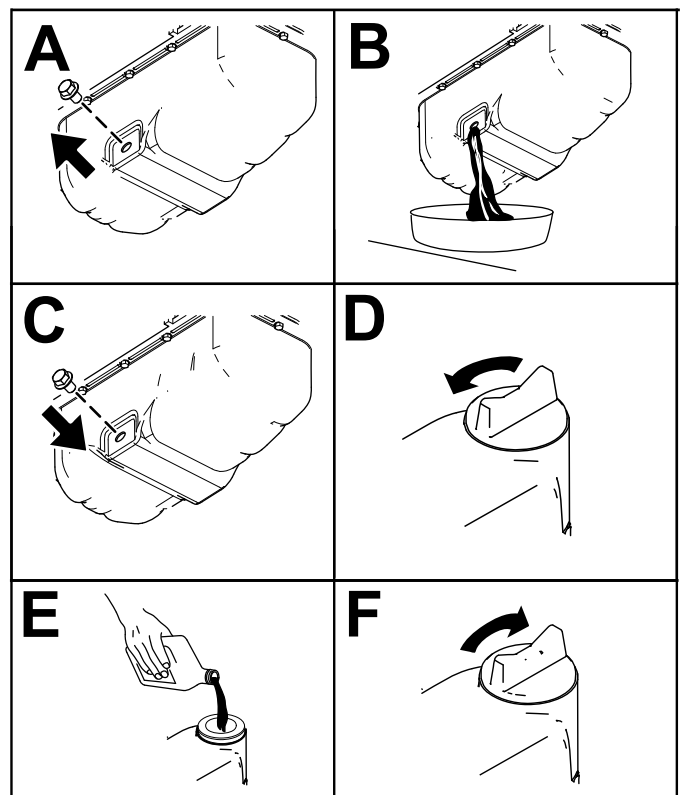

Bild 53
3. Wechseln Sie das Motoröl wie in Bild 53 gezeigt.